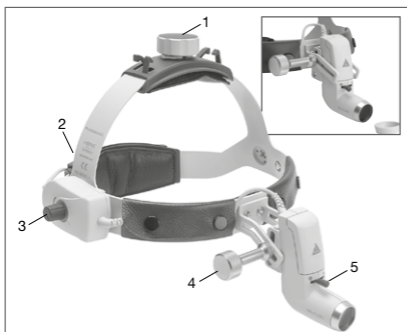

Fig. 2 Bandeau Professional L
Réglage du **bandeau Professional L** (voir Fig. 2) : Pour modifier la taille du bandeau, tourner les molettes en haut (1) et à l'arrière (2) pour élargir ou diminuer le tour de tête.